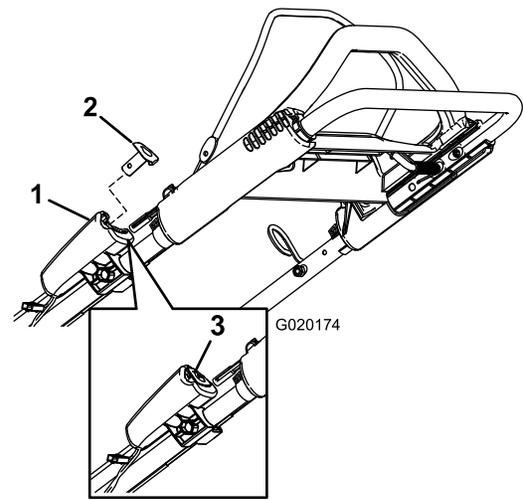

Figure 19
2. Appuyez sur le bouton de démarrage électrique jusqu'à ce que le moteur démarre (Figure 19).
**Remarque:** Si vous avez retiré le bouton de démarrage électrique, insérez-le dans le démarreur électrique; voir Figure 19.